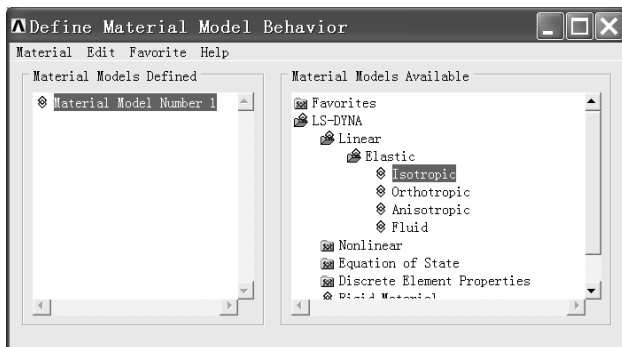
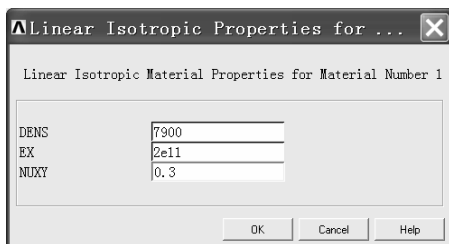

图 3-57 “Define Material Model Behavior” 窗口
图 3-58 “Linear Isotropic Properties for ...” 窗口
(9) 在另一种形式的“Real Constant Set Number 2, ...”窗口中“NIP”后的方框中输入“2”，在“T1”后的方框中输入“0.015”（即板厚）。再单击“OK”按钮返回到“Real Constants”窗口，单击“Real Constants”窗口中的“Close”按钮。
(10) 依次选择 Main Menu>Preprocessor>Material Props>Material Models，弹出“Define Material Model Behavior”窗口（见图 3-57）。单击窗口右边方框中的“LS-DYNA”→“Linear”→“Elastic”→“Isotropic”，弹出“Linear Isotropic Properties for...”窗口（见图 3-58）。
(11) 在“Linear Isotropic Properties for...”窗口中“DENS”后的方框内输入 7900，在“EX”后的方框内输入“2e11”，在“NUXY”后的方框中输入“0.3”。以上输入表示：材料的密度为  $7900\text{kg/m}^3$ ，杨氏模量为  $2 \times 10^{11}\text{Pa}$ ，泊松比为 0.3。再单击“OK”按钮返回到